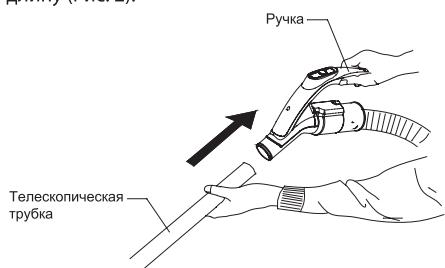

Рис. 2
Присоедините телескопическую трубку (11) к ручке гибкого шланга (10). Для удлинения трубы нажмите кнопку фиксации (14) и выдвиньте внутреннюю трубку на необходимую длину (Рис. 2).